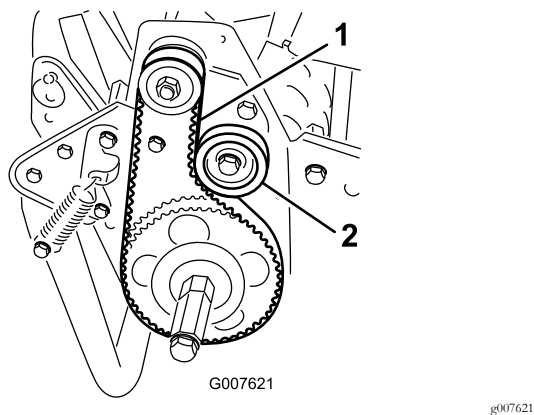

图38
2. 使用 1822N 的作用力按压两皮带轮图38中间部位的皮带检查皮带的张紧力。
- A. 松开怠轮皮带轮安装螺母并紧贴着皮带背面顺时针旋转怠轮皮带轮直至达到所需的皮带张紧力图38。